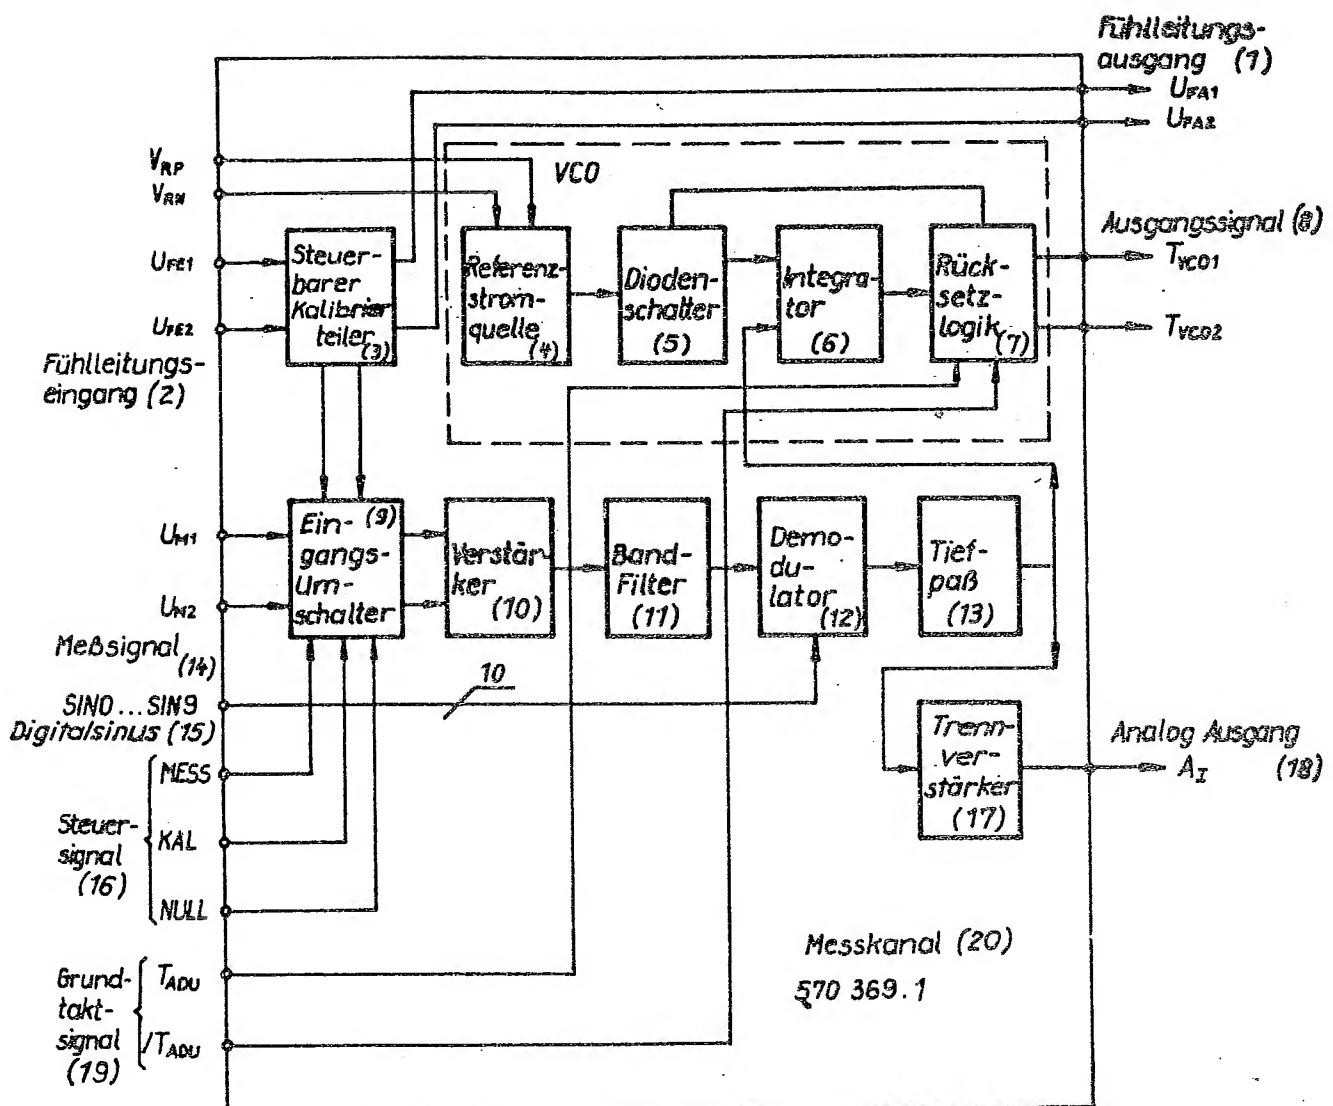

Bild 18 Prinzipschaltbild LP-MESSKANAL
2.2. MESSKANAL (LP 570 369.1), Bild 18 1)
1) Die in Bild 18 in Klammern gesetzten Ziffern sind für Übersetzungen vorgesehen und haben für die deutschsprachige Ausgabe keine Bedeutung.